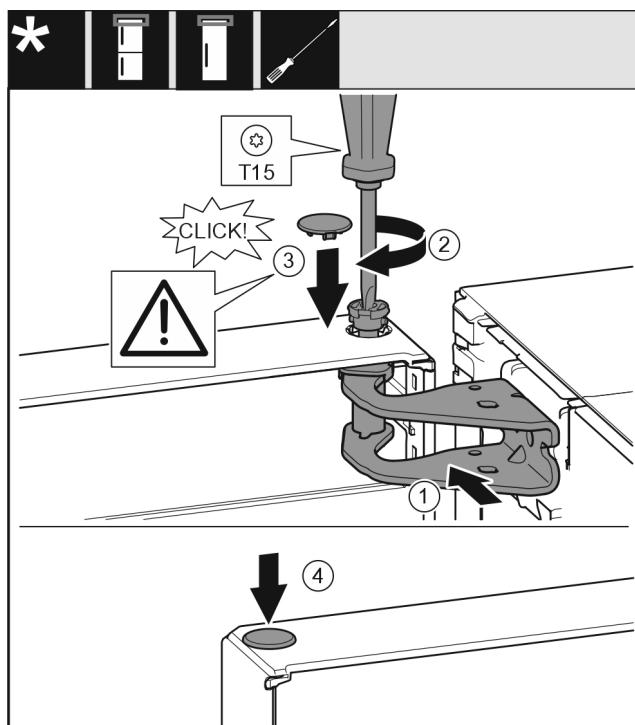

Fig. 19
- ▶ Alinee la parte superior de la puerta respecto a la abertura en el soporte de cojinete. Fig. 19 (1)
- ▶ Introduzca el perno y atornílelo con el destornillador T15. Fig. 19 (2)
- ▶ Montar la cubierta del seguro para asegurar la puerta: introduzca la cubierta del seguro y compruebe si descansa sobre la puerta. De lo contrario, introduzca por completo el perno. Fig. 19 (3)
- ▶ Coloque el tapón. Fig. 19 (4)